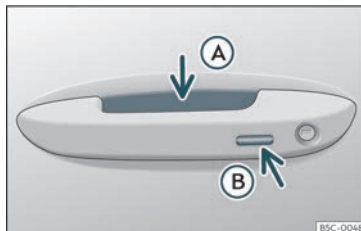

Fig. 73 Maneta de la porta: superfícies sensorials
»» **fig. 73**
- Agafeu la maneta d'una de les portes davanteres. Quan ho feu, tocareu la superfície sensora»» **fig. 73** (fletxa) de la maneta i es desbloquejarà el vehicle.
- Toqueu *un cop* la superfície sensora de bloqueig»» **fig. 73** (fletxa) de la maneta d'una de les portes davanteres. La porta de la maneta que s'acciona ha d'estar tancada.
- Toqueu *un cop* la superfície sensora»» **fig. 73** (fletxa) de la maneta d'una de les portes davanteres. El vehicle es bloqueja amb el sistema de seguretat "Safe"»» pàg. 102. La porta de la maneta que s'acciona ha d'estar tancada.
- Toqueu *dues vegades* la superfície sensora»» **fig. 73** (fletxa) de la maneta d'una de les portes davanteres per bloquejar el vehicle sense activar el sistema de seguretat "Safe"»» pàg. 102.
- Premeu el botó de tancament  del comandament a distància i toqueu una vegada, dins dels 5 segons següents, la superfície sensora de bloqueig de la maneta de la porta del conductor»» **fig. 73 B**. No agafeu la maneta de la porta perquè, si ho feu, el vehicle no es bloquejarà. També és possible dur a terme la desactivació si es bloqueja el vehi-
Per **tancar amb la funció de confort** totes les finestretes elèctriques, mantingueu un dit durant uns segons sobre la superfície sensora de bloqueig»» **fig. 73 B** (fletxa) de la maneta de la porta fins que s'hagin tancat les finestretes i el sostre.
Les superfícies sensores de les manetes de les portes podrien activar-se en rebre un raig d'aigua o de vapor a gran pressió en el cas que hi hagués alguna clau del vehicle vàlida a la zona pròxima. Si almenys una de les finestretes amb alçavidres elèctric està oberta i s'activa la superfície sensora >>> fig. 73 B (fletxa) d'una de les manetes de manera permanent, es tancaran totes les finestretes.
- **O BÉ:** toqueu *dues vegades* la superfície sensora situada a la part exterior de la maneta de la porta»» **fig. 73** .